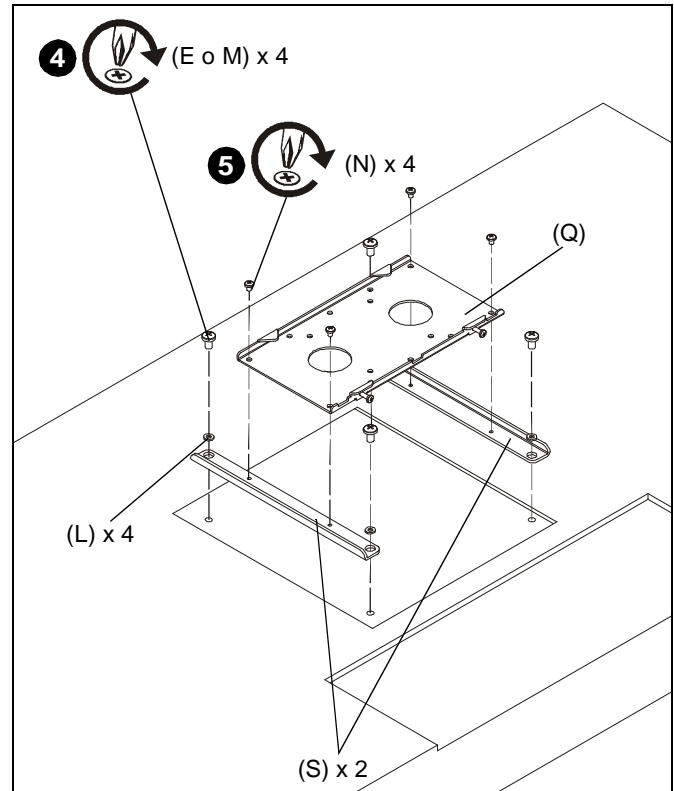

Figura 9
- Utilice cuatro tornillos Phillips M4 x 12 mm (E) o M6 x 10 mm (M) de cabeza cilíndrica, y cuatro arandelas M4 (L) para fijar los dos soportes del adaptador (S) a la parte posterior de la pantalla. (Consulte la Figura 9)
- Use cuatro tornillos Phillips M4 x 5 mm de cabeza plana (N) para asegurar la placa frontal (Q) a los soportes del adaptador (S). (Consulte la Figura 9)